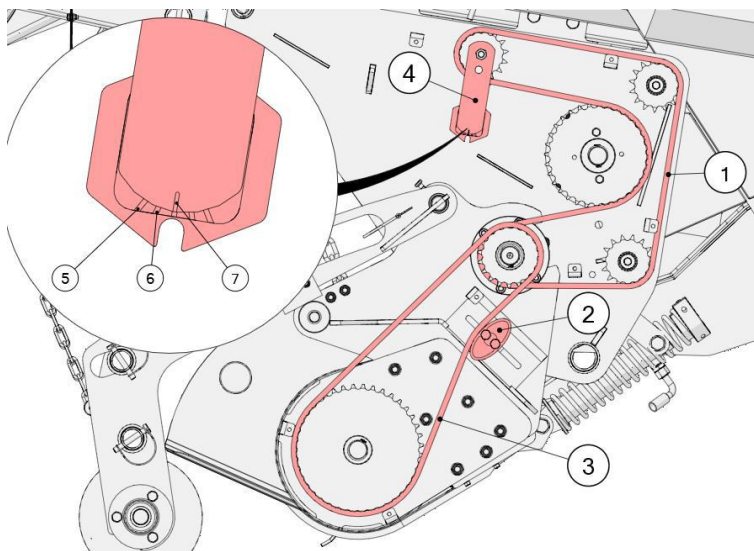

Figura 54. Tensado de la cadena del recogedor
- La cadena de transmisión (1) se tensa mediante un tensor automático (4). Lea el valor en el indicador (7), como se muestra en la figura 54. El indicador debe estar entre las rayas marcadas como 5 y 6. Si el indicador se encuentra fuera de este rango, es necesario: